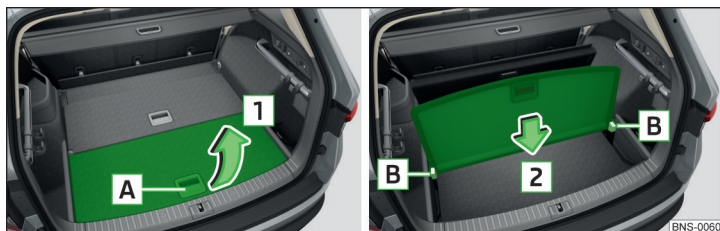

Fig. 156 Compartimentarea portbagajului
- Pentru **divizarea** portbagajului, ridicați placa posterioară a podelei de încărcare variabile de mânerul **A** în sensul săgeții **1** și introduceți-o în canelurile aflate în spatele elementelor de ghidare **B** în sensul săgeții **2** » fig. 156.